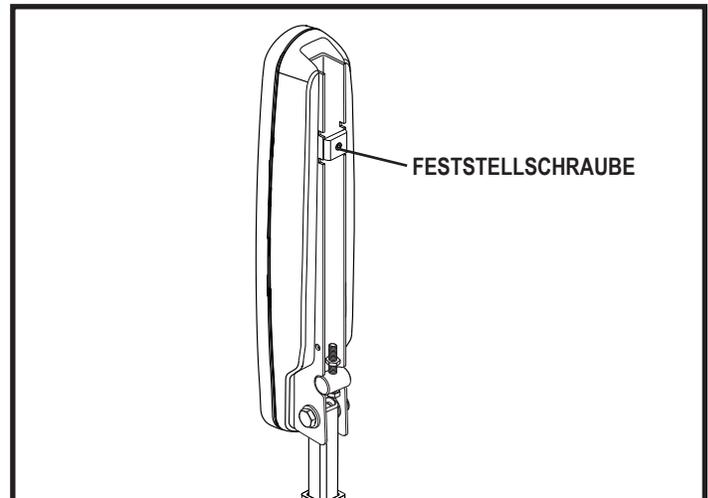

Bild 12. Unterseite der Armlehne
3. Lockern Sie die Feststellschraube an der Steuerungshalterung. **Siehe Bild 12.**